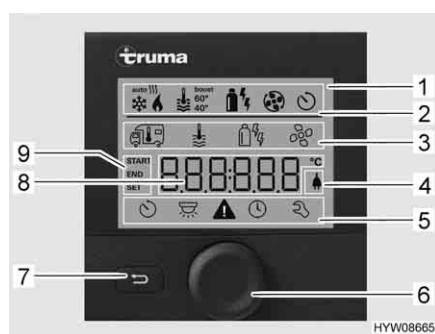

Fig. 72 Centralina di controllo con indicazioni
- Riga di stato (Fig. 72,2)
- Riga di menu in alto (Fig. 72,3)
- Area di indicazione (Fig. 72,8)
- Riga di menu in basso (Fig. 72,5)
- Premere la manopola/il pulsante (Fig. 72,6) per circa 3 secondi. Vengono visualizzate entrambe le righe di menu (Fig. 72,3 e Fig. 72,5). Il primo simbolo lampeggia.
- Ruotare la manopola/il pulsante (Fig. 72,6), finché viene visualizzato il simbolo del menu desiderato.
- Premere la manopola/il pulsante per memorizzare il valore impostato. Se il valore impostato originariamente non deve essere modificato: Premere il tasto indietro (Fig. 72,7).
- Ruotare la manopola/il pulsante (Fig. 72,6), finché il simbolo del menu del riscaldamento (Fig. 73,1) lampeggia.
- Premere la manopola/il pulsante per memorizzare il valore impostato. Il simbolo nella riga di stato lampeggia (Fig. 72,2), finché viene raggiunta la temperatura impostata. Se il valore impostato originariamente non deve essere modificato: Premere il tasto indietro (Fig. 72,7).
- Ruotare la manopola/il pulsante (Fig. 72,6), finché il simbolo del menu relativo alla modalità di funzionamento (Fig. 73,3) lampeggia.
- Premere la manopola/il pulsante per memorizzare la modalità di funzionamento impostata. Se il valore impostato originariamente non deve essere modificato: Premere il tasto indietro (Fig. 72,7).
- Ruotare la manopola/il pulsante (Fig. 72,6), finché il simbolo del menu delle ventole (Fig. 73,4) lampeggia.
- Ruotare la manopola/il pulsante (Fig. 72,6), finché il simbolo del menu del timer (Fig. 73,6) lampeggia.